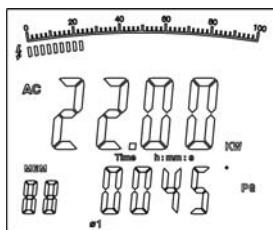

Figura 7
1. Pulse SEL para elegir la fase primera $\text{Ø}1$, vea la figura 7. La doble pantalla muestra el valor de potencia activa kW y el valor PG de la segunda fase 1.